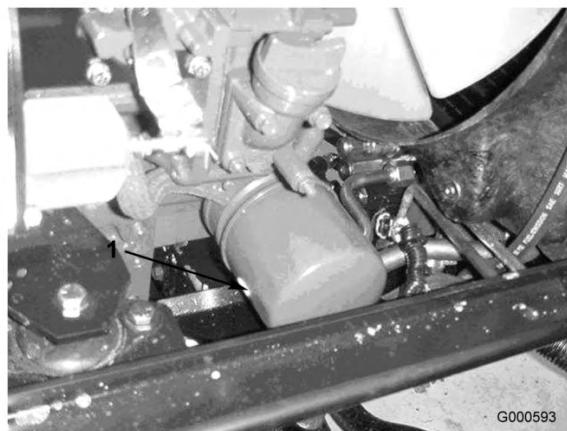

Figura 36
2. Retire o filtro do óleo (Figura 36). Aplique uma leve camada de óleo limpo no vedante do filtro novo antes de o montar. Não aperte demasiado.